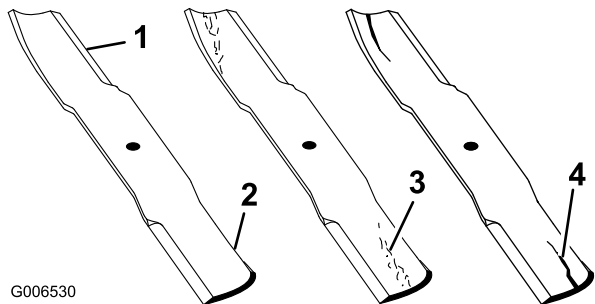

Figure 97
1. Examinez le tranchant des lames (Figure 97). Si les lames sont émoussées ou présentent des indentations, déposez-les et affûtez-les. Voir Affûtage des lames.
2. Inspectez les lames, surtout la partie relevée (Figure 97). Remplacez immédiatement toute lame endommagée, usée ou qui présente une entaille (Figure 97).